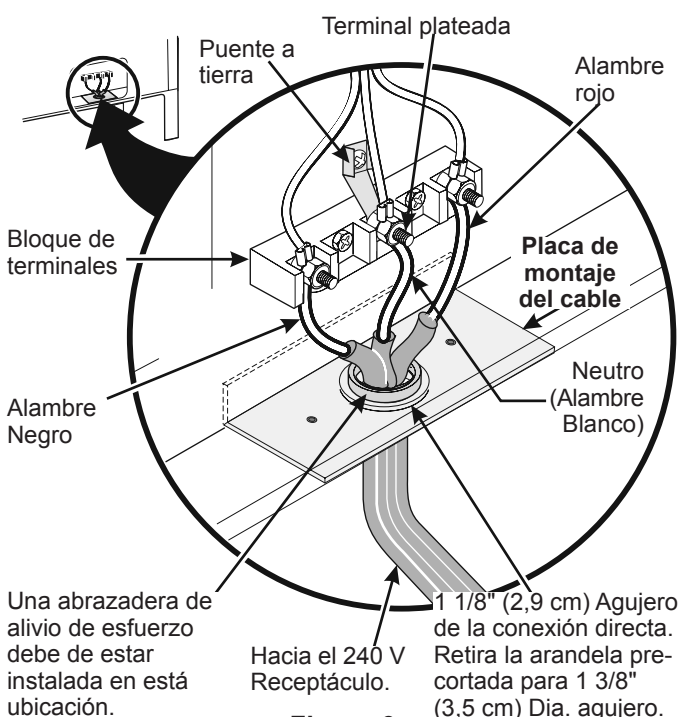

Figura 3
NOTA: La cocina corrediza eléctrica viene de fábrica con un agujero de diámetro 1 1/8" (2,9 cm) como se muestra en la figura 3. Si un agujero mas grande es necesario retire la arandela pre-cortada.
Si los códigos locales permiten la conexión del conductor a tierra del armazón al alambre neutral del cable de bronce del suministro eléctrico (vea figura 3).
2. Utilizar los tuercas suministraron en el paquete de la literatura para conectar la parte neutral del cable de bronce de suministro eléctrico ala terminal plateada que se encuentra al centro del bloque de terminales y, conectar los otros alambres a las terminales externas. Una los alambres y las terminales según el color (alambres rojos conectados ala terminal derecha, alambres negros conectados ala terminal izquierda) (vea figura 3).